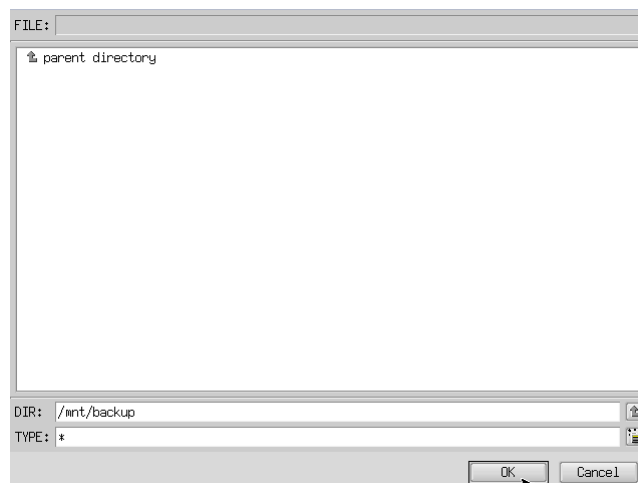

図 6-2-5. フォルダ参照画面
- ⑧ フォルダ参照画面（図 6-2-5）が表示されます。②で接続したパーティションは、/mnt にマウントされるので、/mnt 以下のフォルダを選択してください。[OK]を押すとフォルダ選択画面にもどります。